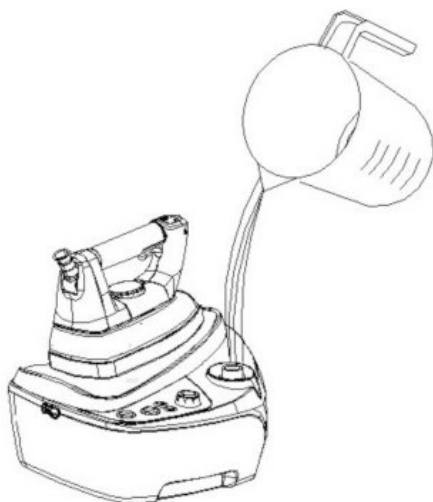

Fig. 2
NON SVITARE MAI IL TAPPO DELLA CALDAIA A MENO CHE SIATE SICURI CHE L'APPARECCHIO È STATO STACCATO DALLA PRESA DI CORRENTE (FIG. 2) E CHE LA PRESSIONE INTERNA SIA E COMPLETAMENTE RILASCIATA.
Non svitare il tappo della caldaia a meno che non si è sicuri che l'apparecchio è stato staccato dalla presa (fig. 2).
Svitare il tappo (8) e versare circa 1,0 litri di acqua. (Vedi fig.2)
- Spegnere la caldaia (4).
- Rilasciare la pressione nella caldaia, mantenendo il pulsante vapore (10) sul ferro premuto fino a quando non esce più vapore dalla piastra. Poi spegnere il ferro (5).
- Versare lentamente 1,0 litro di acqua nell'apertura (fig.2) usando sempre l'imbuto in dotazione.
- Premere l'interruttore caldaia (4).
-Attendere che la spia vapore (6) sia illuminata prima di continuare la stiratura.